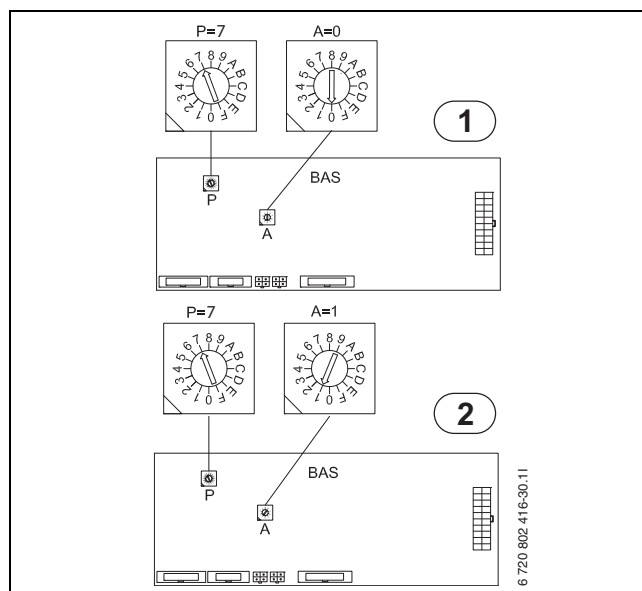

Рис. 73 Адресация теплового насоса 1 и 2 при каскадном подключении.
6. б)Измените адрес платы BAS (тепловой насос 2) с A=0 на A=1 (→рис. 73). Установите терминирующий переключатель на плате PEL (тепловой насос 2) в положение "Term".